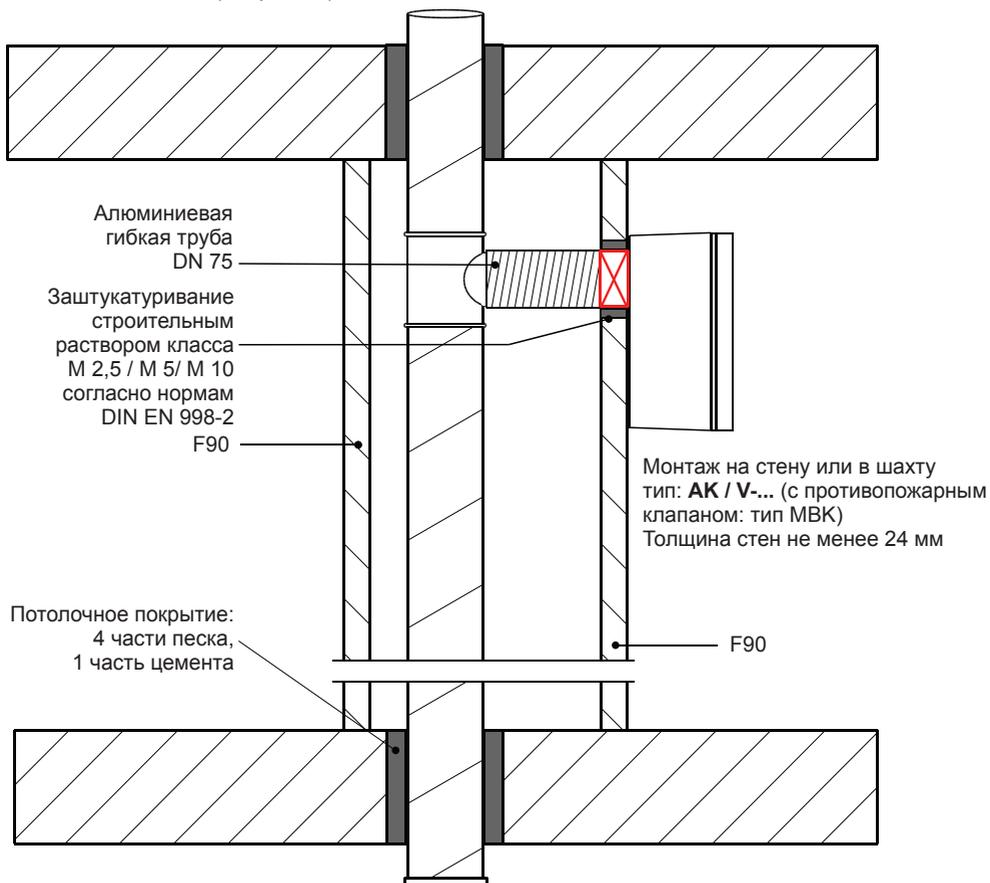

Рис. 11: толщина стен не менее 24 мм
- Стена огнестойкой шахты или вентиляционного канала всегда должна иметь толщину не менее 24 мм (см. рис. 11).